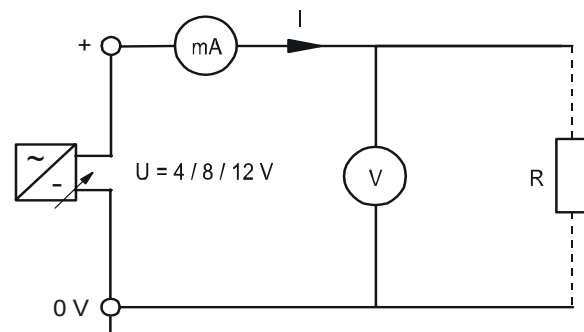

Abb. 2.2.2
- Zur Kennlinienaufnahme $I = f(R)$ ist die Schaltung nach Abb. 2.2.2 aufzubauen und bei den in der Tab. 2.2.2 angegebenen Spannungen und Widerständen der jeweilige Strom zu messen.